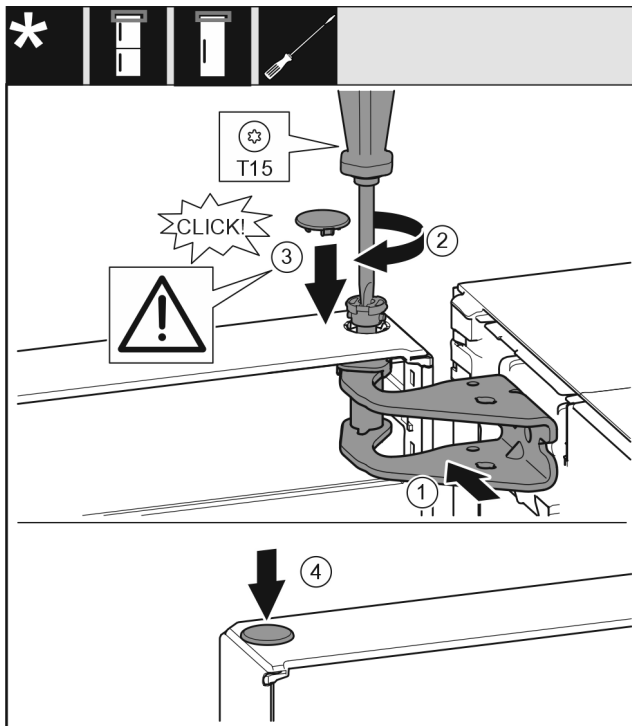

Fig. 25
- ▶ Tür oben zur Öffnung im Lagerbock Fig. 25 (1) ausrichten.
- ▶ Bolzen Fig. 25 (2) einsetzen und mit Schraubendreher festschrauben.
- ▶ Abdeckung Fig. 25 (3) einsetzen.
- ▶ Kontrollieren, dass die Abdeckung Fig. 25 (3) auf der Tür aufliegt.
- ▶ Abdeckung Fig. 25 (4) einsetzen.